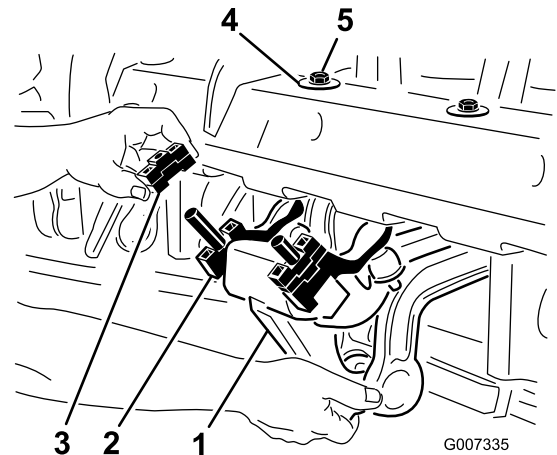

Figure 26
1. Retirez les 2 contre-écrous (1/2") qui fixent l'amortisseur Rotalink sur le dessous du cadre de la tête d'aération (Figure 26).
2. Abaissez l'amortisseur pour exposer les entretoises (Figure 26).
4. Remontez l'amortisseur sur le cadre de la tête d'aération. Appuyez bien la rondelle en « D » contre le cadre de la tête d'aération, comme montré à la Figure 26. Serrez les 2 contre-écrous.